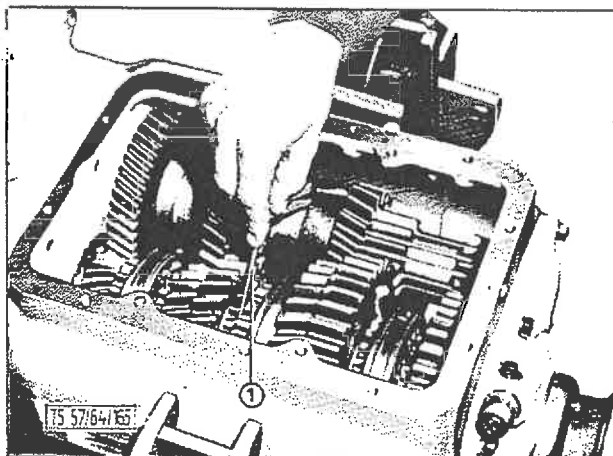

BILD 21: Messen des Spieles zwischen Zwischenmuffe und Zahnrad
13. Spiel zwischen Zwischenmuffen und Zahnradern mittels Fühllehre kontrollieren (Bild 21). Es soll beim Zahnrad zum Rückwärts- sowie 1. und 2. Gang 0,10-0,15 mm, beim Zahnrad zum 3. Gang 0,20-0,50 mm und beim Zahnrad zum 4. Gang 0,15-0,4 mm betragen.